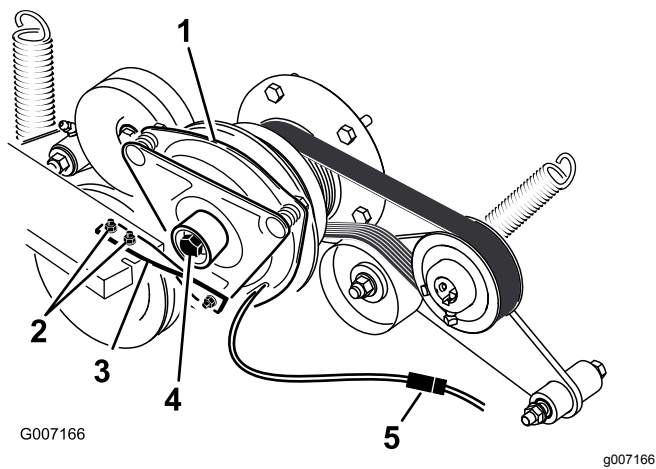

Figura 78
- Scollegate la connessione elettrica della frizione (Figura 78).
- Rimuovete i 2 bulloni che fissano la cinghia di gomma della frizione al telaio del tosaerba (Figura 78).
- Rimuovete il bullone centrale che fissa la frizione all'albero motore e rimuovete la frizione e la chiave (Figura 78).
15. Tenendo l'albero a gomiti sulla parte posteriore della macchina, installate il bullone centrale e serratelo a 68 N·m (Figura 78).
16. Fissate la cinghia di gomma della frizione al telaio del tosaerba con i 2 bulloni e dadi precedentemente rimossi (Figura 78).
18. Collegate la connessione elettrica della frizione (Figura 78).